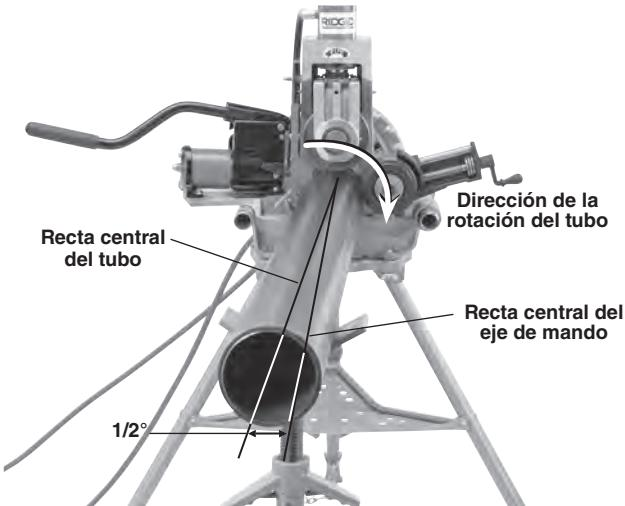

Figura 15 – Desviación del tubo en $\frac{1}{2}$ °, acercándolo al operario (exagerado en la imagen)
- Coloque el interruptor REV/O-OFF/REV del accionamiento motorizado o roscadora en la posición REV. Oprima y suelte el interruptor de pie. El rodillo de mando debe rotar hacia la derecha (vea la Figura 15), igual como se ve en la ranuradora en la calcomanía de rotación del tubo. Si la ranuradora no gira en el sentido correcto, o si el interruptor de pie no controla el funcionamiento de la máquina, no use la máquina hasta que se haya reparado.
7. **Operación preferida, con el conmutador en el ajuste REV:** Coloque el tubo y los soportatubos ligeramente descentrados, desviados en aproximadamente $\frac{1}{2}$ grado (como 1" a 10 pies de distancia desde la ranuradora a rodillos) hacia el operario. Si el tubo y la ranuradora a rodillos están bien alineados, se asegura el correcto recorrido sobre el tubo durante el ranurado (vea la Figura 15). Este es el descentrado apropiado cuando se ranura con la máquina estando el conmutador en el ajuste REV, y funciona con el estabilizador.
- Aumente levemente el ángulo de descentrado del tubo, de medio grado a 1 grado. Vea la *Figura 15*.